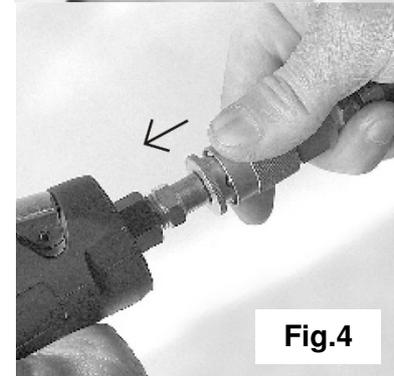

Fig.4
- 1.5. Die Luftkappe vom Lufteinlass des Werkzeugs entfernen und den Druckluftschlauch an das Werkzeug anschließen. Den Luftdruck auf 6,3 Bar setzen (Abb.4).